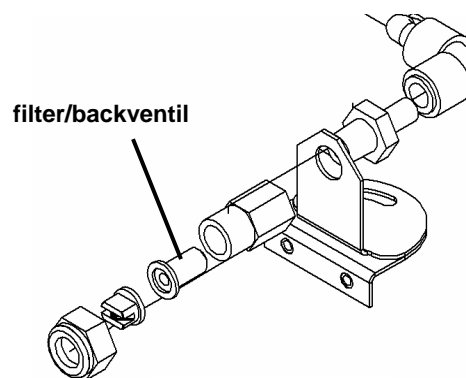

Bild 4-15
1. Skruva av kragmuttern från sprayhuvudet (spetshållaren) för att frigöra den från kroppen. Kragmuttern, spraymunstycket och filtret/backventilen kommer att lossas (se bild 4-15).